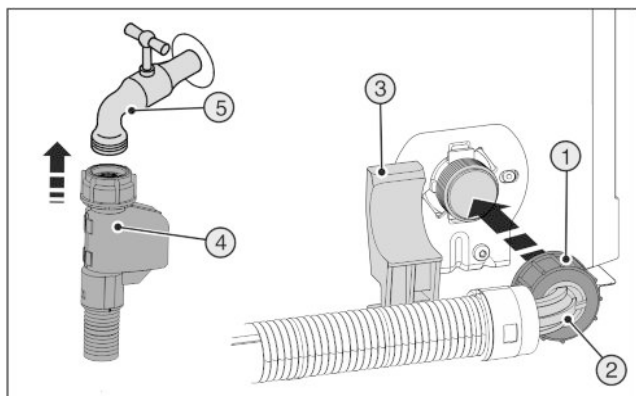

Fig. 20
- ▶ Priključite ravan završetak crijeva Fig. 20 (4) na zaporni ventil Fig. 20 (5).